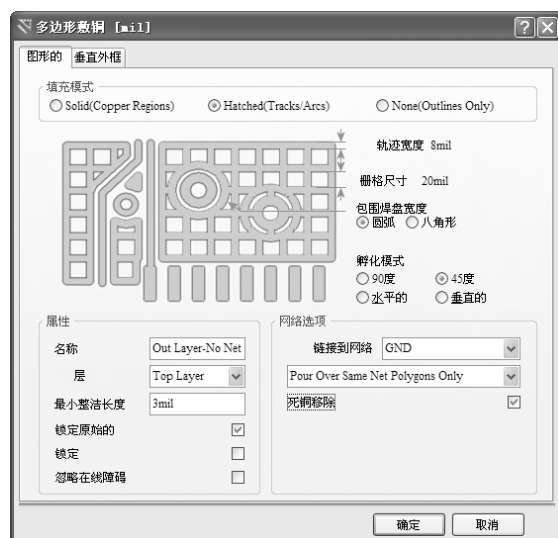

图 9-55 “多边形覆铜”对话框
2) 在“多边形覆铜”对话框中进行设置, 单击“Hatched (Tracks/Arcs) (网络状)”单选按钮, 填充模式设置为 45°, 连接到网络 GND, 层面设置为 Top Layer (顶层), 勾选“死铜移除”复选框, 如图 9-55 所示。